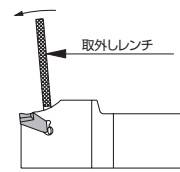

図2 取外し方法
- 取外しレンチを差し込み、図のように回してチップを取外して下さい(図2)。